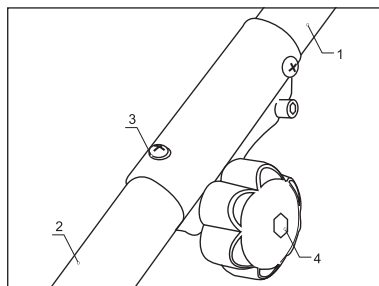

рис. 7
8. Соедините верхнюю 1 (рис. 7) и нижнюю 2 (рис. 7) часть штанги, повернув ее так, чтобы пружинная кнопка нижней части 3 (рис. 7) вошла в отверстие муфты верхней части штанги. При необходимости поверните вал катушки так, чтобы приводной вал, находящийся в нижней части штанги, вошел в зацепление с ответной частью в верхней части. Зафиксируйте соединение стяжным винтом коннектора штанги 4 (рис. 7).